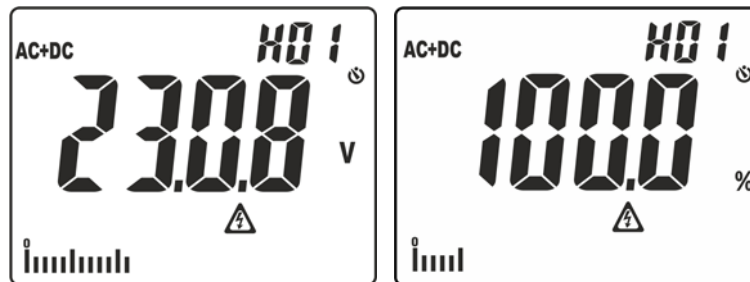

Fig. 3: Visualización magnitudes análisis armónico
- Pulsación simple de la tecla para la visualización de las amplitudes de los armónicos de tensión y corriente hasta el 25° orden (**HDC, H01... H25**) en formato absoluto o porcentual en relación a las fundamentales de las señales de entrada (para valores de tensión VCA >0.5V y corriente CA > 0.5A y frecuencia comprendida entre 42.5Hz ÷ 69Hz) y el valor porcentual del parámetro **THD%** (ver § 9.4) como se muestra en Fig. 3. Utilice las teclas  $\blacktriangle$  y  $\blacktriangledown/\text{Ⓢ}$  para aumentar/disminuir el orden del armónico